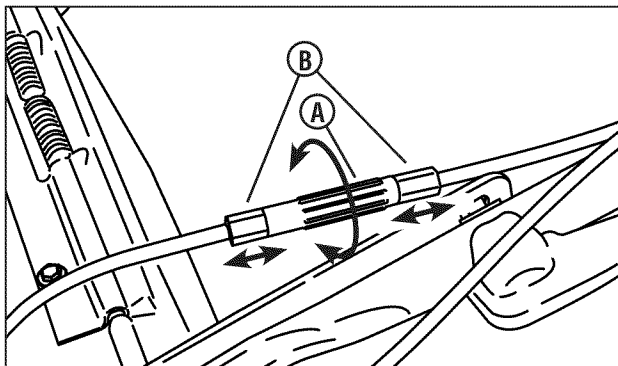

Figura 18: Ajuste del cable de guiado
- Si la transmisión no se acopla, gire el tensor (**A, Figura 18**) media vuelta para sacar las férulas (**B**) del tensor. Revise y repita esta operación cuantas veces sea necesaria.